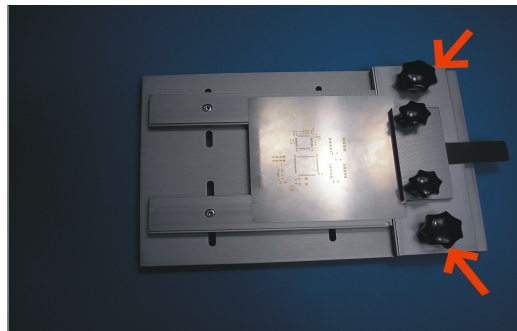

Abb. 8
Sie können die Klemmplatte G nach Lösen der Klemmplattenmuttern C etwas verschieben, um so minimale Abweichungen zu korrigieren, ohne die Schablone berühren zu müssen (Abb. 8).
- 19) Sollte eine Reinigung der Schablonen-Unterseite erforderlich sein, können Sie nach Entfernen der Klemmplattenmuttern C (Abb. 8) die Klemmplatte G mit der eingespannten Schablone entfernen und die Schablone reinigen.